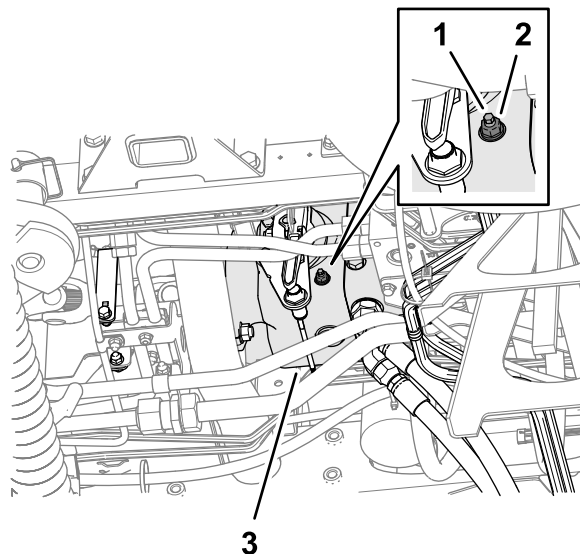

Figure 132
3. Sur le fond de la machine et à droite de la pompe de déplacement, desserrez le contre-écrou qui fixe la vis de réglage du retour au point mort (Figure 132).